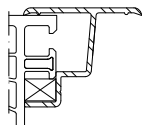

Abb. 3 Abdeckprofil A054 mit Distanzklotz
3. Fixieren Sie die Position mit geeigneten Spannvorrichtungen ggf. auch mit Distanzklotzen (Abb. 3).
Alternativ kann man hier auch die eine längs geteilte und eine komplette Dichtung **G176** ① einsetzen (Abb. 3).